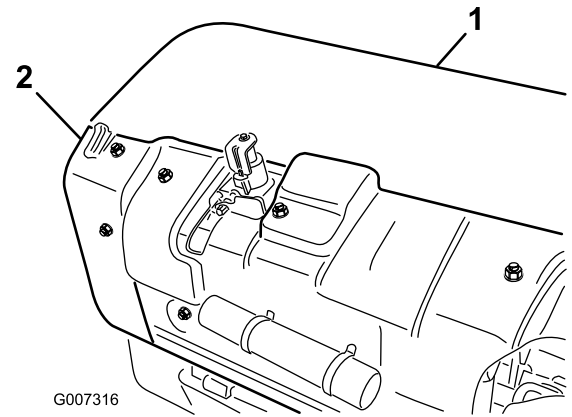

Рисунок 34
- A. Снимите заднюю крышку аэраторного вала (Рисунок 34).
- B. Отверните болты крепления щитка шкива и снимите щиток (Рисунок 34).